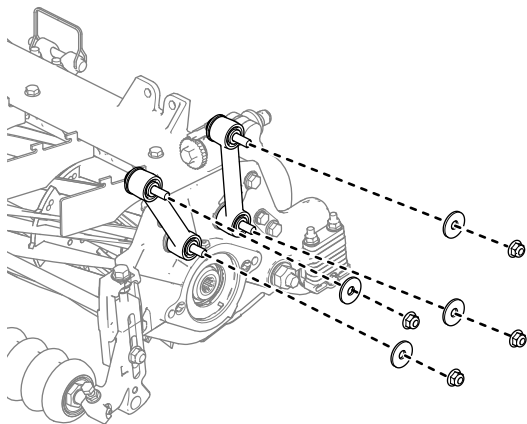

Bild 21
1. Entfernen Sie die Muttern und Scheiben, mit denen die Hublenker an der Seitenplatte der Schneideinheit und dem Trägerrahmen befestigt sind (Bild 21). Entsorgen Sie die Unterlegscheiben.